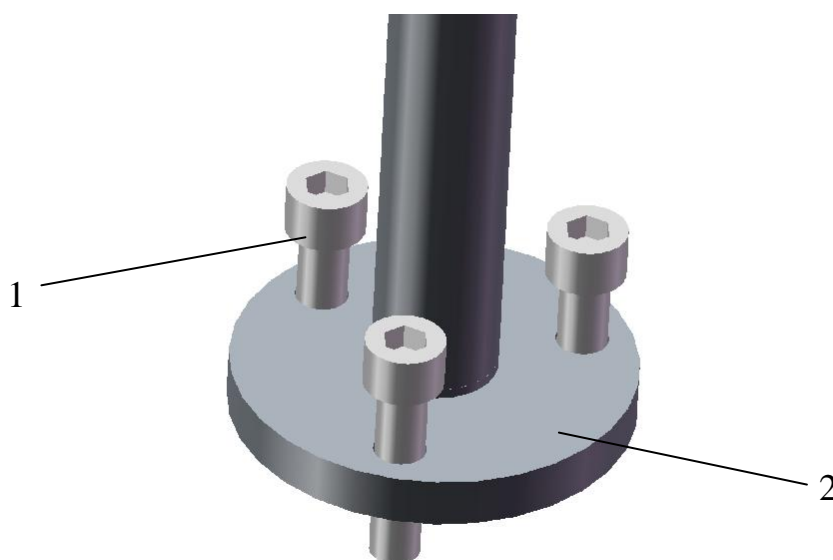

Рис. 14. Стойка.
- регулировку стоек по высоте выполнять вращением болтов 1 (рис. 14) во фланцах 2;